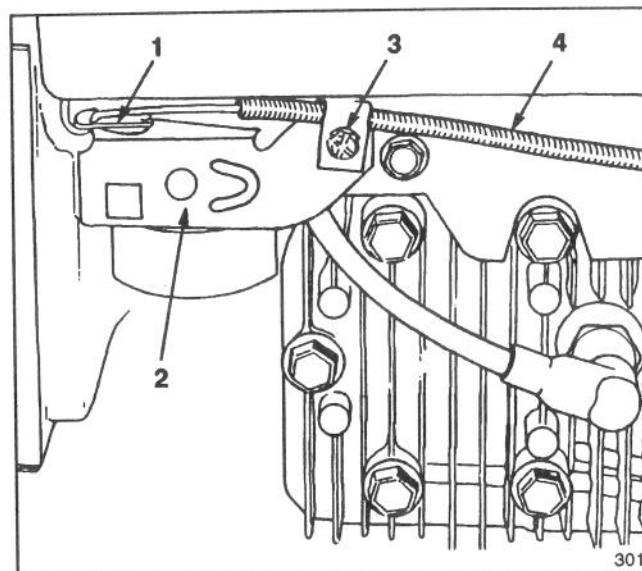
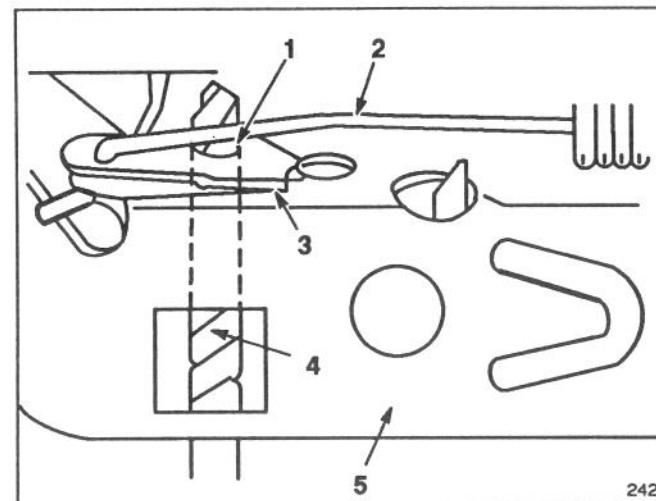

Abb. 19
Abb. 20
- Die Schraube der Kabelklemme lösen, bis das Gaszugkabel durchrutscht (Abb. 19). Die Stanzlöcher des Drosselhebels und der Drosselhalterung mit einem 3 mm Stift oder 3 mm Bohrer ausrichten (Abb. 20). Die Schraube der Kabelklemme anziehen, um die Einstellung zu sichern.